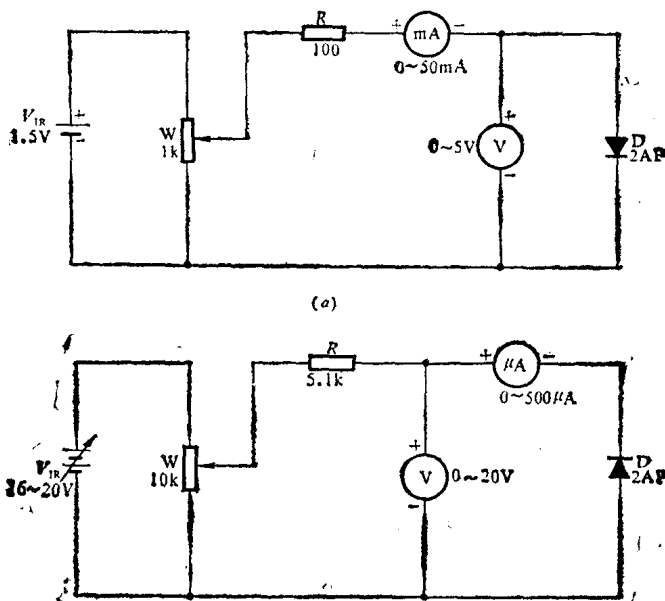

图 1.2 测量 2AP 伏安特性的线路
(1) 测量 2AP 正、反向伏安特性的线路见图 1.2(a)、(b)。按图接好线路。